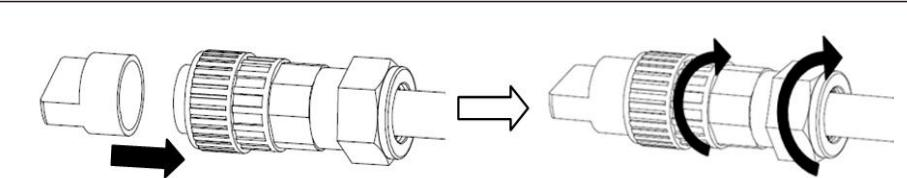

图5.24 组装交流端子
B) 将塑料夹具卡到接线端子上(塑料夹具起到辅助旋紧的作用), 然后将螺套主体旋紧到接线端子上, 再将螺帽拧紧, 旋紧扭力值约3-4Nm。(如图5.24所示)。